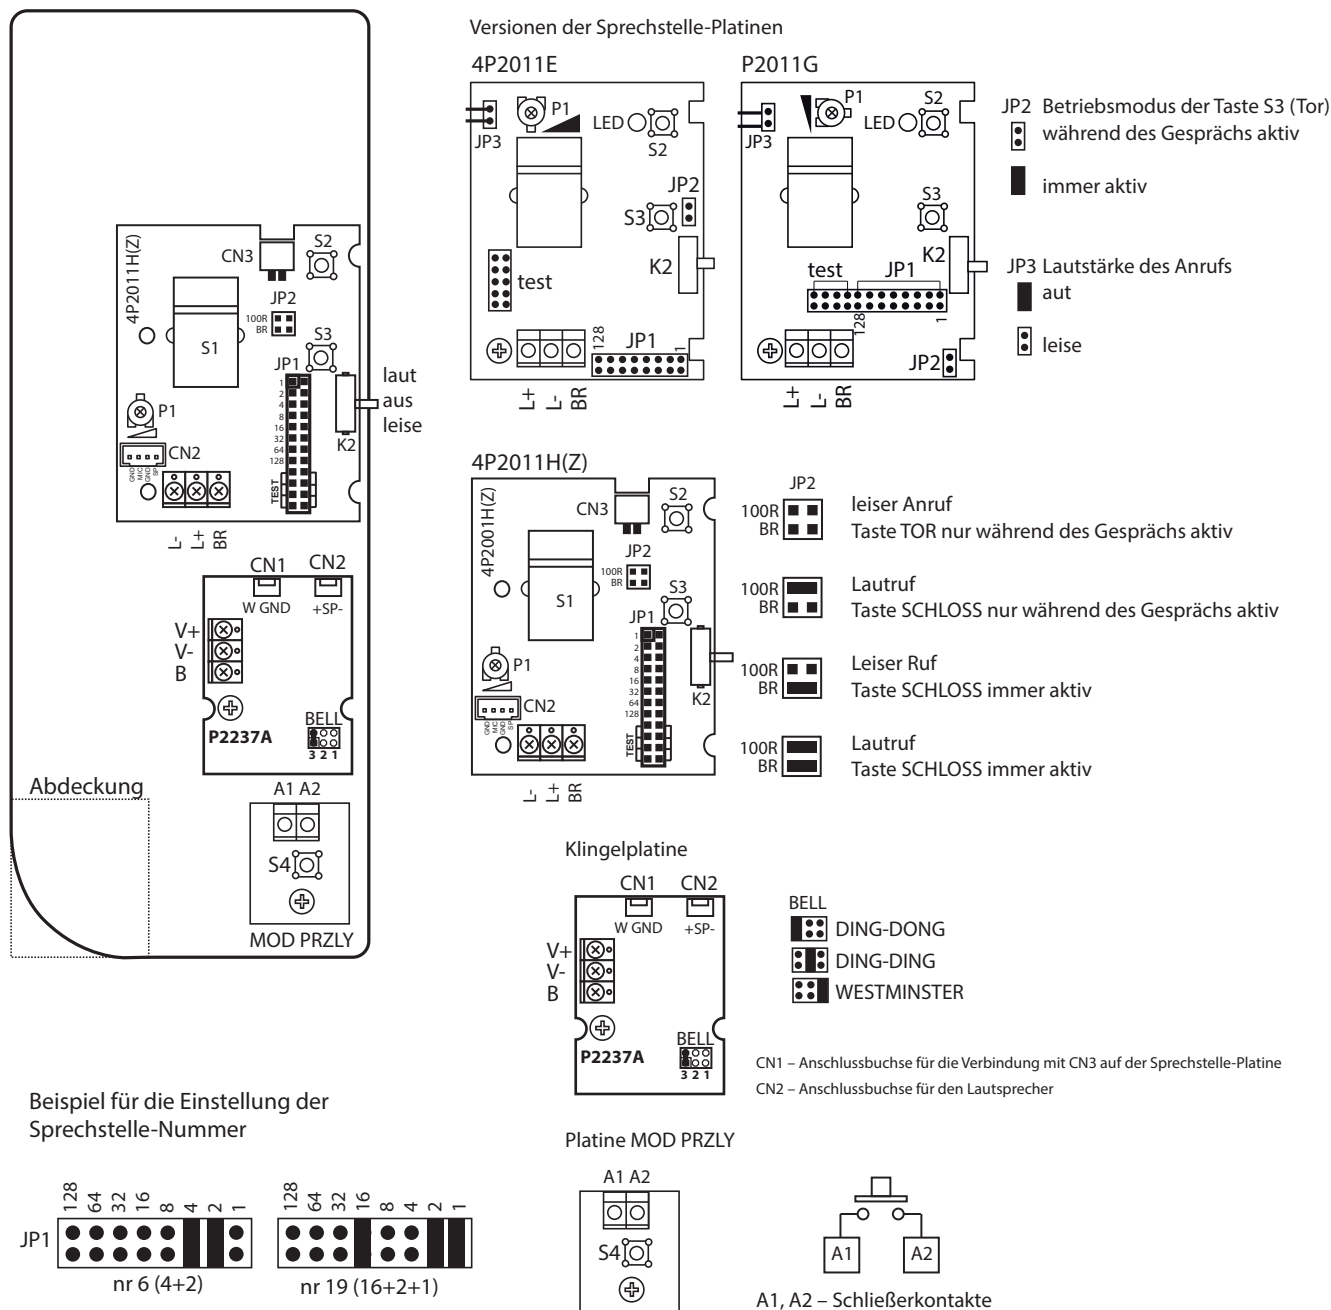

Abb. 7. Anschlüsse, Konfigurationsbrücken und Einstellelemente der Sprechstelle.
Die Sprechstelle ist für digitale Türsprechanlagen der Firma Laskomex vorgesehen. Wenn sie in anderen Arten von Türsprechanlagen verwendet wird, kann ihre Funktionsweise von der in der Anleitung beschriebenen abweichen. Die Sprechstelle ist mit einem zusätzlichen Lautsprecher ausgestattet, der einen lauten Rufsignalton erzeugt. Das Gerät verfügt über eine Taste zur Steuerung des elektrischen Türöffners (ZACZEP), des Tor- oder Schrankenantriebs (BRAMA) sowie eine Taste mit der Bezeichnung DODATKOWY (Zusatz), die für beliebige Zwecke verwendet werden kann (siehe Abb. 7). Standardmäßig ist diese Taste deaktiviert.
Die linke untere Ecke der Sprechstelle ist abgerundet, und beim Austausch der alten Sprechstelle gegen eine neue kann an dieser Stelle Verschmutzungen sichtbar sein. Diese Stelle kann mit einer der Sprechstelle beiliegenden Kunststoffabdeckung abgedeckt werden (siehe Abb. 7).
Wenn die Sprechstelle bei minimaler Lautstärke immer noch zu laut ist, kann sie leiser gestellt werden, indem der Jumper 100R vom Jumper JP2 entfernt wird (siehe Abb. 7). Bei älteren Sprechstellen muss der Jumper vom Jumper JP3 entfernt werden.
- Die Abdeckung muss mit einer Schraube an der Basis der Sprechstelle befestigt werden (siehe Abb. 7).
- Optional: Eine Platte mit einer zusätzlichen Taste montieren (siehe Abb. 7).
- Optional: Ändern Sie den Klingelton über den BELL-Anschluss auf der Platine des Klingelmoduls (siehe Abb. 7).
Die Taste SCHLOSS (S3) kann in zwei Modi betrieben werden: immer aktiv oder nur während eines Gesprächs aktiv. Der Modus wird durch Setzen oder Entfernen des Jumpers GATE am Anschluss JP2 oder mit Hilfe des Jumpers J2 in älteren Versionen der Sprechstelle eingestellt (siehe Abb. 7) . Durch Drücken der Taste wird Masse an die Klemme BR angelegt. Die Verwendung der Taste kann je nach dem Intercom-System, an das die Sprechstelle angeschlossen ist, variieren. Lesen Sie daher vor dem Anschließen der Sprechstelle auch die Anleitung zu diesem System.